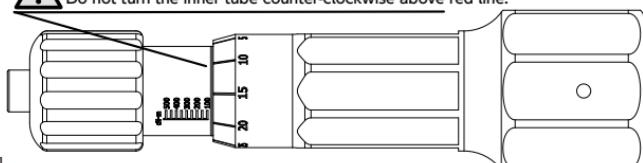

図1 Fig.1
- RTDZ の目盛は目盛線の赤線より下げるなで下さい。(図1)